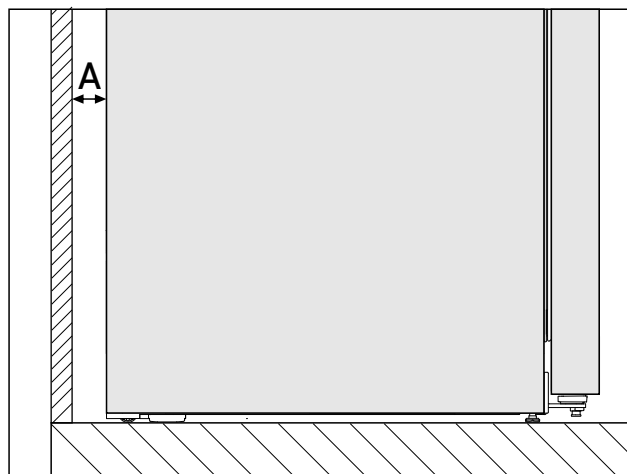

Fig. 3 *
El consumo de energía se ha determinado con una distancia a la pared de Fig. 3 (A) entre la parte posterior del electrodoméstico y la pared. Si la distancia a la pared es inferior a Fig. 3 (A), esto no influye en la funcionalidad del electrodoméstico. Con una menor distancia a la pared, el consumo de energía puede aumentar ligeramente y puede formarse condensación en la parte trasera del electrodoméstico.*